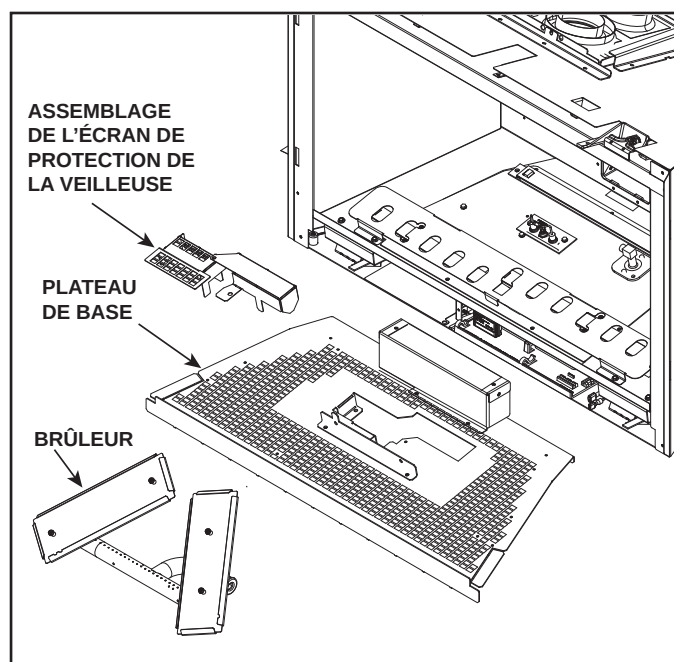

Figure 6.5 Retrait de l'ensemble de protection de la veilleuse, du module du brûleur et de l'ensemble plateau de base.
1. Retirez la façade décorative, l'assemblage de la vitre, les bûches, le support en verre, l'ensemble de protection de la veilleuse, le module du brûleur, l'ensemble plateau de base et l'ensemble plaque de vanne. Voir la figure 6.5.
Pour accéder aux ensembles pilote et brûleur, il est nécessaire de retirer l'ensemble bouclier pilote, le module du brûleur et l'ensemble plateau de base. Voir la figure 6.5.